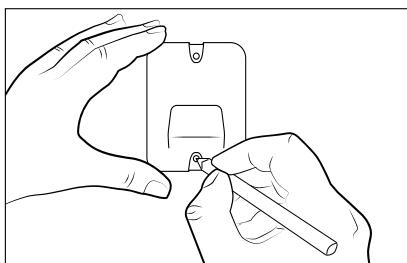

Abb. 3
- 2) Benutzen Sie die Wandhalterung 10 zum Anzeichnen der zwei Bohrlöcher an der Wand (siehe Abb. 3).